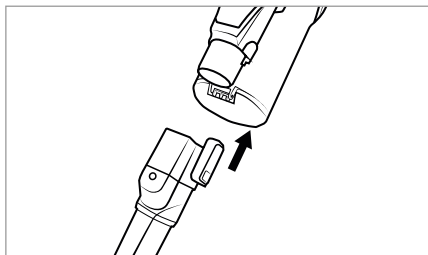

Bild 14
- ◆ Sätt tillbehöret på dammsugarröret **23** eller på dammsugarens insugsöppning och skjut in det tills det klickar fast (se bild 14). Kontrollera att låsningen sitter på rätt ställe.